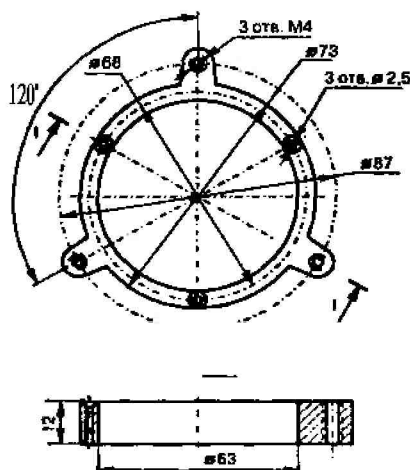

Рис. 2.7. Кольцо
7. Установить на шайбу кольцо (рис. 2.7).